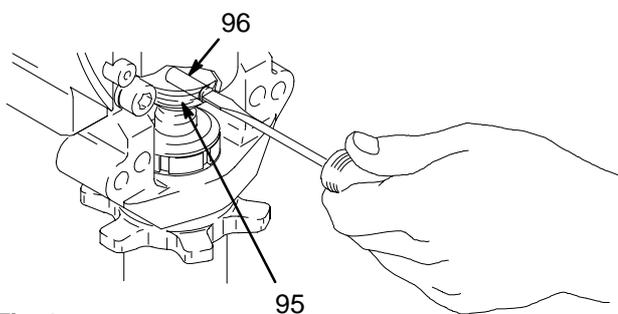

Fig. 1 7675B
3. Desenrosque el tubo de aspiración (12) de la bomba, sujetando con una llave la válvula de admisión (A) para evitar que la bomba se afloje.
4. Desconecte la manguera de salida de la bomba (61) del racor de salida de la base de bomba (6).
5. Fig. 1. Empuje con un destornillador el resorte de retención (95) para sacarlo por la parte superior de la bomba. Extraiga el pasador (96).